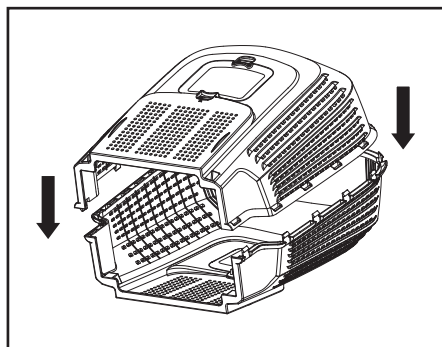
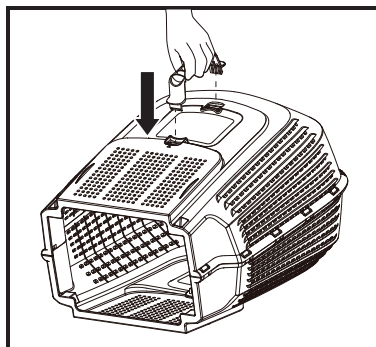

Fig. 4
Fig. 5
1. Fixează marginea din cauciuc a plasei coșului colector de iarbă în jumătatea de jos din plastic (fig. 4). Introdu mânerul în găuri și asigură-te că este fixat bine (fig. 5).